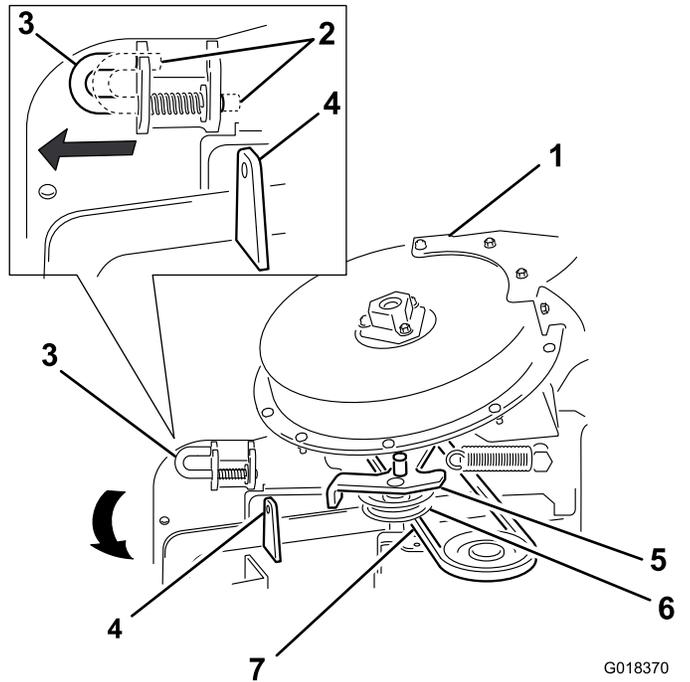

Figura 39
4. Mueva el pestillo de la posición de bloqueo a la posición de abierto (Figura 39).
5. Cierre el conjunto del soplador y alinee el pestillo con el taladro del soporte del conducto (Figura 39).